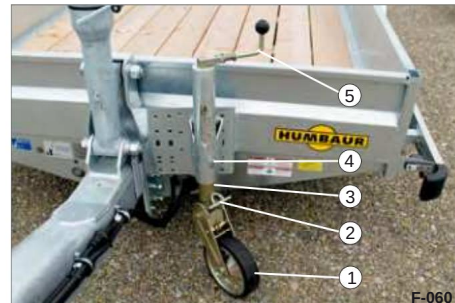

Bild 33 Stödhjul, halvautomatiskt
• Fäll ut veven (bild 33/5). Tryck mot fjädern.
• Vrid medurs tills öglan (bild 33/2) är över kroken (Bild 33/4).
• Veva moturs tills stödhjulet (bild 33/1) är helt upplyft.
• Fäll in veven (bild 33/5) en.
• Vrid medurs tills öglan (bild 33/2) kommer ut ur
(Bild 33/4) kan tas bort.
• Veva moturs tills stödhjulet (Bild 33/1) vilar på
• Fäll in veven (bild 33/5)